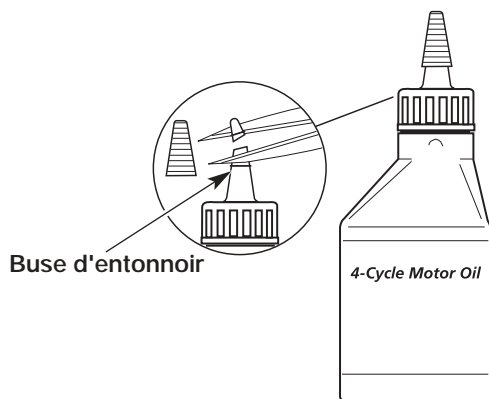

Figure 16
Votre appareil est livré avec une bouteille d'huile SAE 30 SF, SG, SH de 100 ml (3,4 oz) (Fig. 16).
1. Dévisser le bouchon de la bouteille d'huile et retirez le papier couvrant l'ouverture. Remplacez le bouchon. Coupez la pointe de la buse de l'entonnoir (Fig. 16).